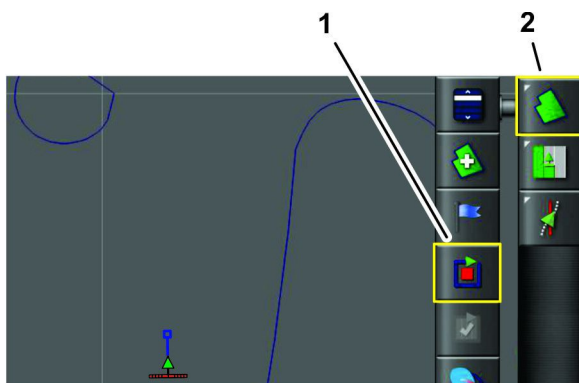

Bild 41
3. Tippen Sie auf das Symbol FELDMENÜ und tippen Sie auf das Symbol FELDGRENZE ERFASSEN (Bild 41).